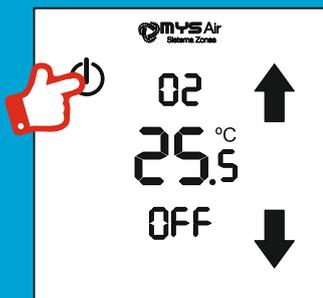

Fig. 1
Para encender o apagar el termostato, pulsar el icono  que aparece en pantalla (Fig. 1).
- 1) Con el termostato APAGADO, mantener pulsado el icono **OFF** de la pantalla (Fig.1) hasta que aparezca en pantalla "00" parpadeando y el icono **COFF** en la parte inferior de la pantalla.